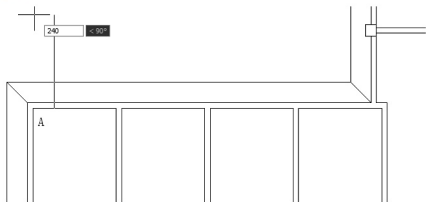

图 2.73 绘制 240mm 长的垂直线
② 在 **指定下一点或 [放弃(U)]**: 提示下，将光标垂直向上拖动，然后输入“240”，如图 2.73 所示，按 Enter 键结束命令。